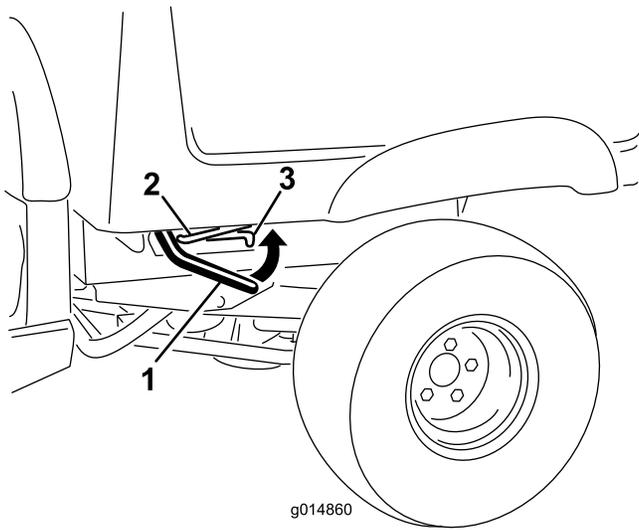

Figure 12
1. Levez le levier de chaque côté du plateau et levez le plateau (Figure 12).
1. Levez légèrement le plateau en levant le levier de verrouillage (Figure 12).